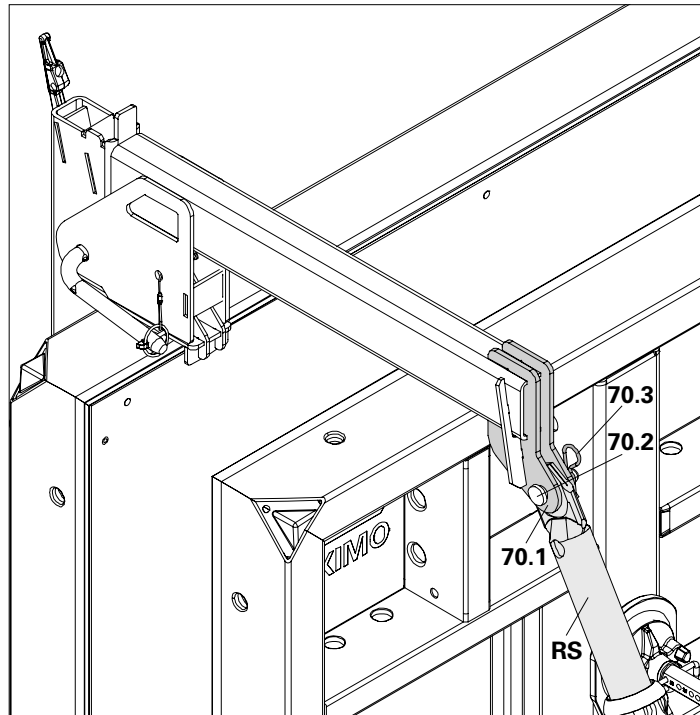

Fig. A6.01a
Connecter l'étau tirant-poussant (RS) et les cosses de connexion (71.1) avec des boulons (71.2) et des goupilles de sécurité (71.3). (Fig. A6.01a)